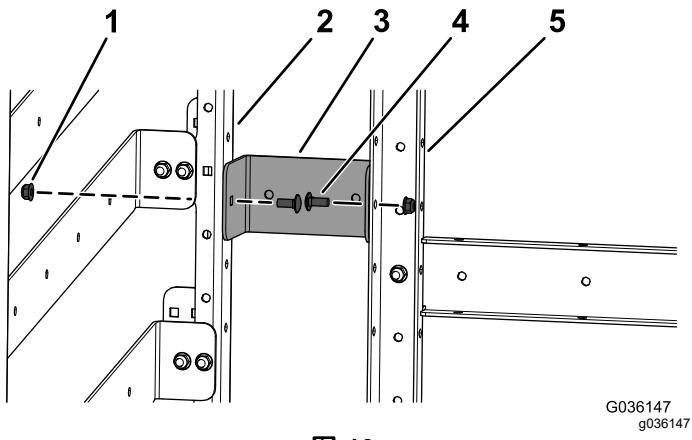
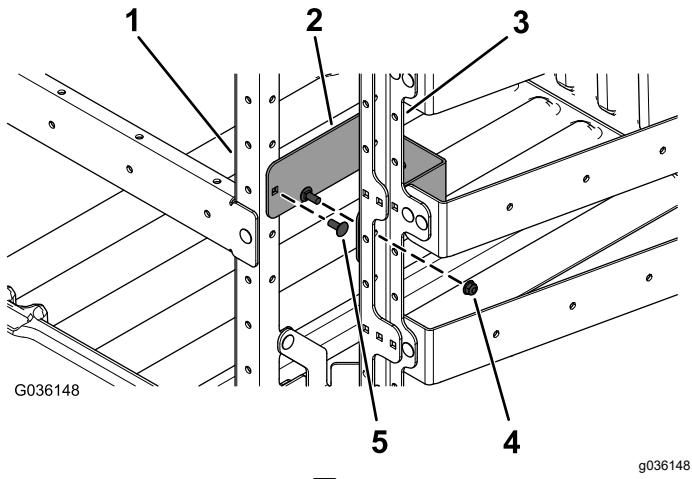

图 10
图 11
9. 如图 10 或图 11 所示用 2 个托架螺栓 5/16 x 3/4 英寸和 2 个凸缘螺母 5/16 英寸将灭火架支撑架或杯形切刀支架安装到侧立架支架和前立架支架上。